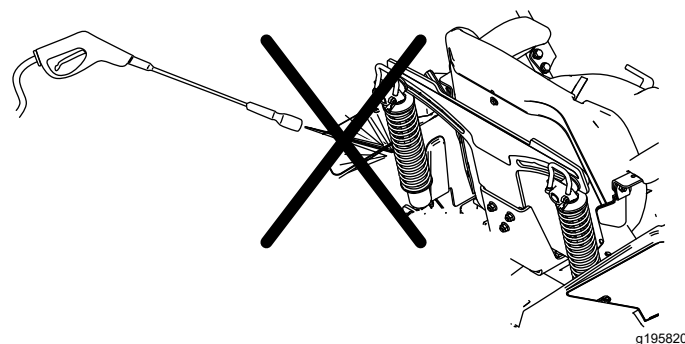

Figure 127
**Remarque:** Ne nettoyez pas les amortisseurs au jet d'eau sous pression (Figure 127).